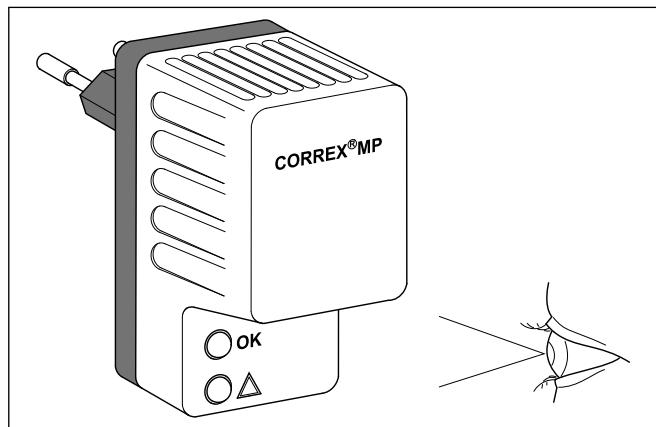

Abb. 7.3 Leuchtdioden am Netzteil Fremdstromanode
- Warten Sie die Fremdstromanode ebenfalls, wenn die rote Leuchtdiode am Steckernetzteil der Anode (→ Abb. 7.3) blinkt.
Die korrekte Funktion der Fremdstromanode ist anhand der beiden Kontrollleuchten am Steckernetzteil sichtbar (→ Abb. 7.3 Leuchtdioden am Netzteil Fremdstromanode). Die folgende Tabelle zeigt die Bedeutung der Kontrollleuchten und was bei einer Störung zu tun ist.